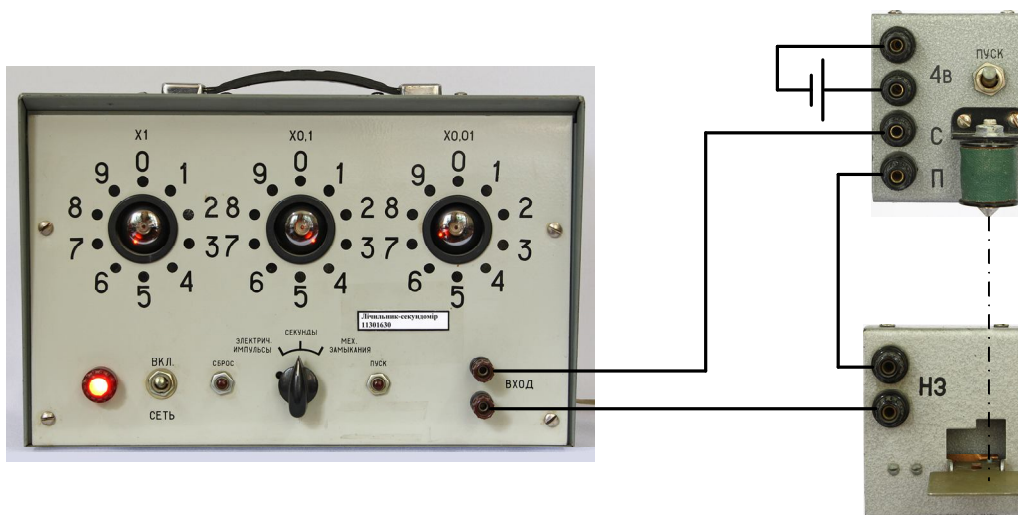

Рис. 10
1. Приєднайте машину Атвуда до секундоміра СЭД-1М згідно схеми рис. 10 з лабораторної роботи №1 (варіант 1, без рухомого кільця). Включіть секундомір.
1. Секундомір СЭД-1М вимкніть з мережі і встановіть на машині Атвуда рухоме кільце 5. Ділянку кола 1 замініть ділянкою 2 (рис. 10 з лабораторної роботи №1). Кільце повинно бути на висоті  $h_1 = 2,8$  см, де  $h_1$  візьміть із завдання 6, а 2,8 см – це висота циліндричного важка.
Для визначення прискорення вільного падіння використайте секундомір електронний з приставками ССЭШ-63. Приставку з електромагнітом закріпіть в штативі і розташуйте на максимальній висоті на краю столу. На підлозі розташуйте штатив, на якому закріплена приставка з нормально замкненими контактами. Приставки розташовуються так, щоб вертикальна лінія пройшла через вісь осердя електромагніту і центр шторки нижньої приставки (шторка повинна бути встановлена горизонтально). Під нижньою приставкою поставте невеликий ящик, в який буде падати кулька. Підключіть до приставки з електромагнітом джерело постійного струму на 4 В. Обидві приставки з'єднайте з секундоміром так, як вказано на рис. 10.